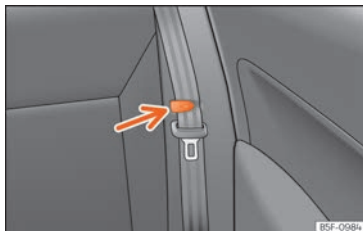

Fig. 162 Pinza para sujetar el cinturón de seguridad.
- Coloque los cinturones de seguridad laterales en la pinza del revestimiento »» fig. 162.